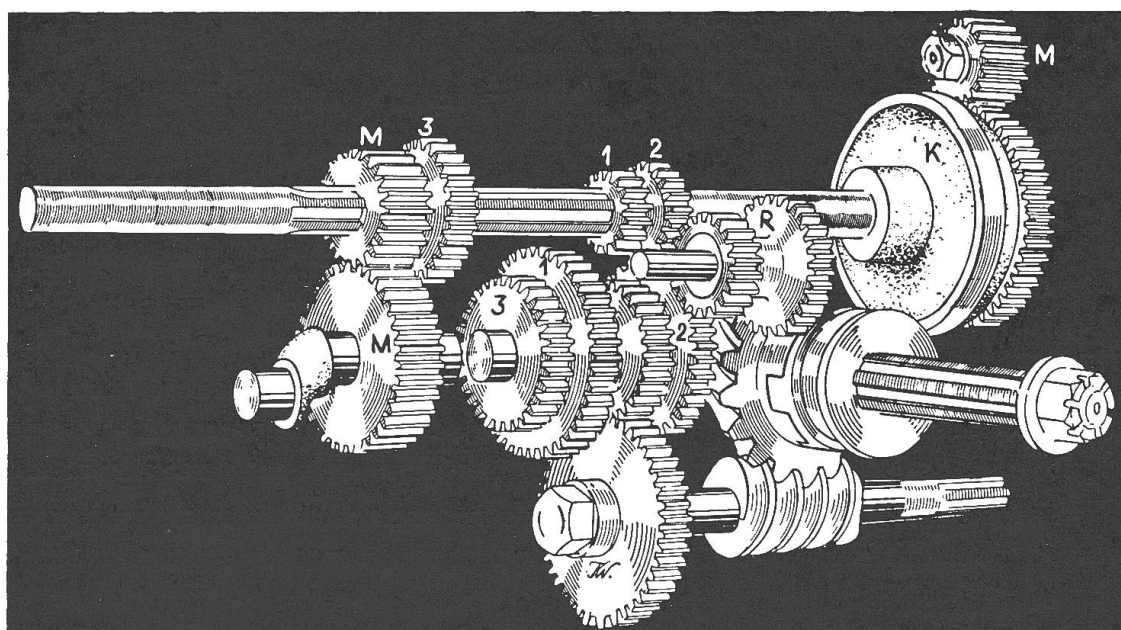

Fig. 166: Boîte de vitesses de motofaucheuse à 3 vitesses avant, une arrière et entraînement du couteau (Bucher Record). 1—3 = roues de 1ère, 2e et 3e vitesse.
La fig. 164 nous montre la disposition des engrenages d'une boîte de 5 vitesses. Le changement de démultiplication est obtenu lorsqu'une des roues 1 à 4 de la rangée supérieure engrène après avoir été déplacée le long de son axe avec la roue correspondante de l'arbre intermédiaire (rangée inférieure). L'accouplement à crabots (5) peut être relié directement à l'arbre moteur et nous obtenons la vitesse la plus rapide: la prise directe. La marche arrière est obtenue en intercalant un engrenage supplémentaire (voir fig. 166).
Les boîtes de vitesses de motofaucheuses et de tracteurs à un essieu ont en général plusieurs rapports de démultiplication afin d'adapter au mieux le régime du moteur aux conditions de travail. La fig. 166 nous montre le détail d'une boîte de motofaucheuse. Certains constructeurs de motofaucheuses remplacent les roues d'engrenage par des roues à friction (ou à frottement).